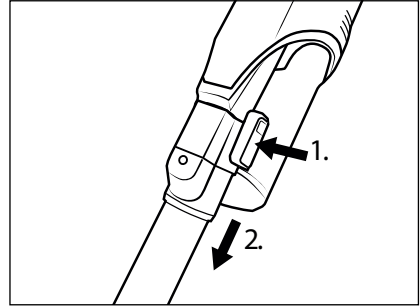

Fig. 11
- ◆ Pour retirer le tube d'aspiration **24** de l'appareil, maintenez la touche de déverrouillage du tube d'aspiration **23** enfoncée et retirez le tube d'aspiration **24** de l'orifice d'aspiration de l'appareil (voir fig. 11).